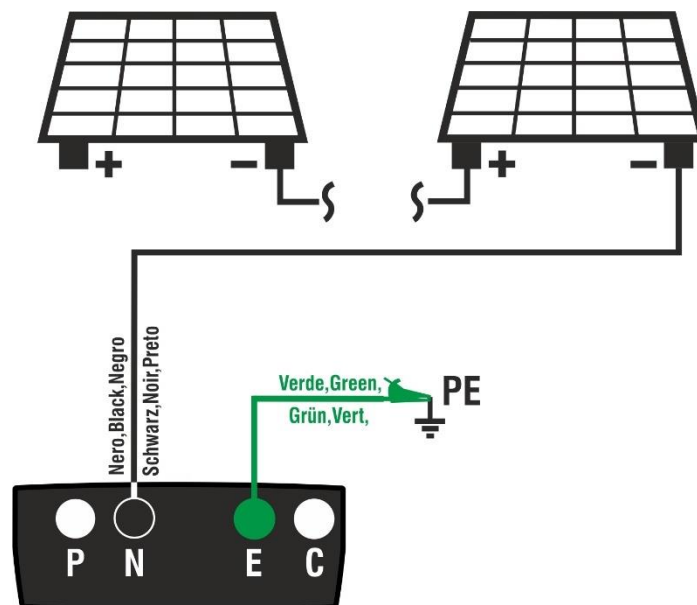

Fig. 8: Conexión instrumento para medida de aislamiento de forma TMR
- Conecte el instrumento al string FV en pruebas como se muestra en Fig. 8. La prueba puede ser realizada también sobre más strings en paralelo entre sí. Se recuerda que es necesario separar también eventuales descargadores conectados a los cables del string/strings y que es aconsejable realizar la medida aguas arriba de eventuales diodos de bloqueo